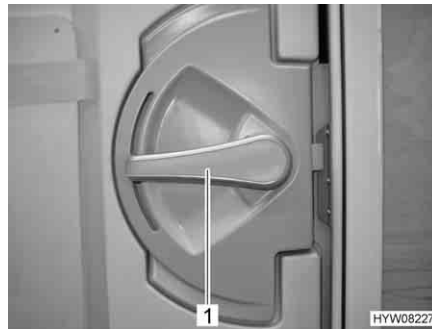

Fig. 31 Serratura della porta (porta di ingresso, lato interno)
- Apertura:** ■ Premere la maniglia della porta (Fig. 31,1) verso il basso.
- Bloccaggio:** ■ Ruotare la maniglia della porta (Fig. 31,1) per circa 45° verso l'alto e lasciarla in questa posizione.